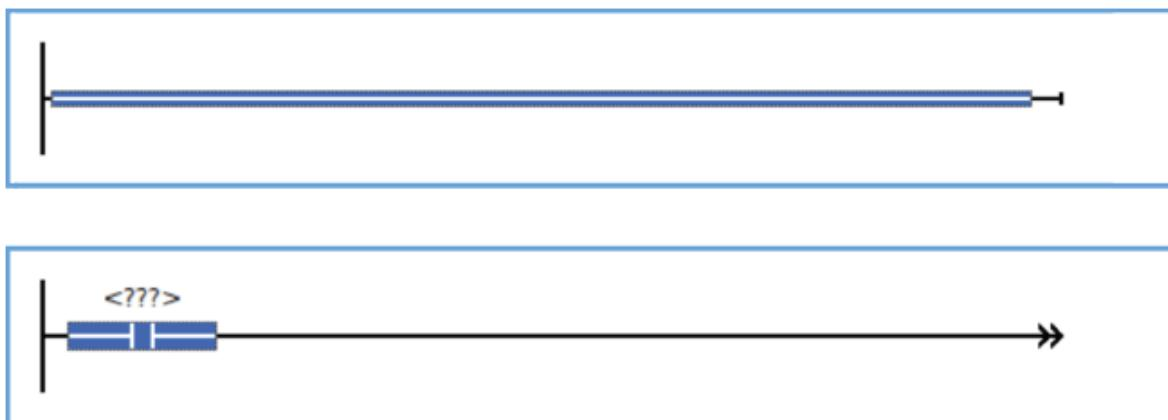

Figura 3-22: Diagrama Ladder. Agregado de un contacto sobre una conexión.
En la Figura 3-22 se muestran las distintas etapas en el agregado de un Contacto dentro de un segmento.
1. Seleccionar el punto de inserción. Este debe ser una conexión entre dos elementos o un pin, como indica la Figura 3-22 parte superior.
3. Se redibuja automáticamente el segmento mostrando el nuevo elemento insertado en el circuito, como indica la Figura 3-22 parte inferior.
Un efecto a destacar es el cambio del dibujo del elemento "Barra de alimentación derecha", indicando que el circuito no puede terminar en un Contacto y, en cambio, debe terminar en Llamada a Función, Llamado a Bloque de Función, Bobina o elemento de Bifurcación de programa. Es por ello que en la Figura 3-22 abajo